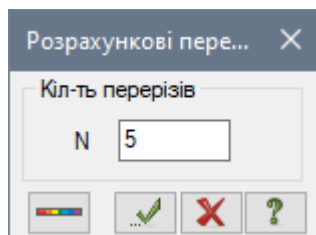

Рис. 3.29. Діалогове вікно Розрахункові перерізи
- Натиснувши на кнопку  – **Розрахункові перерізи стержнів** (панель **Редагування стержнів** на контекстній вкладці **Стержні**) відкрийте діалогове вікно **Розрахункові перерізи** (рис. 3.29).